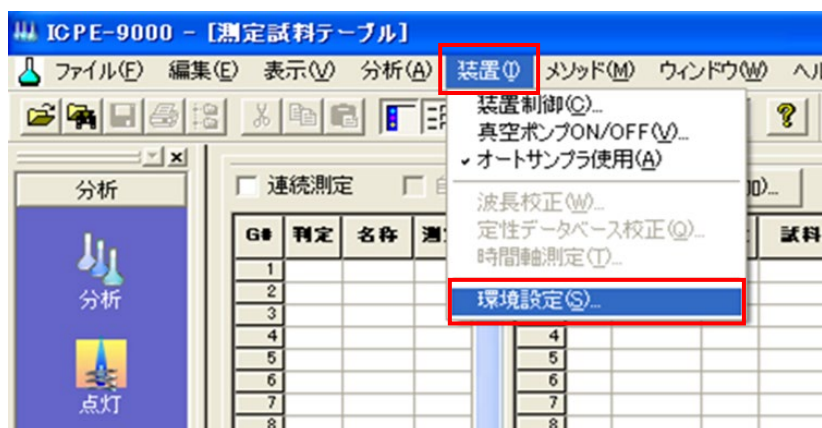

図 3
⑩ メニューバーの「装置」から「環境設定」をクリックします。図 3